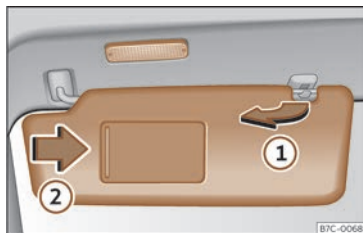

Fig. 85 Pare-soleil.
- Le pare-soleil peut être retiré du support et rabattu contre la portière >>> fig. 85 ①.